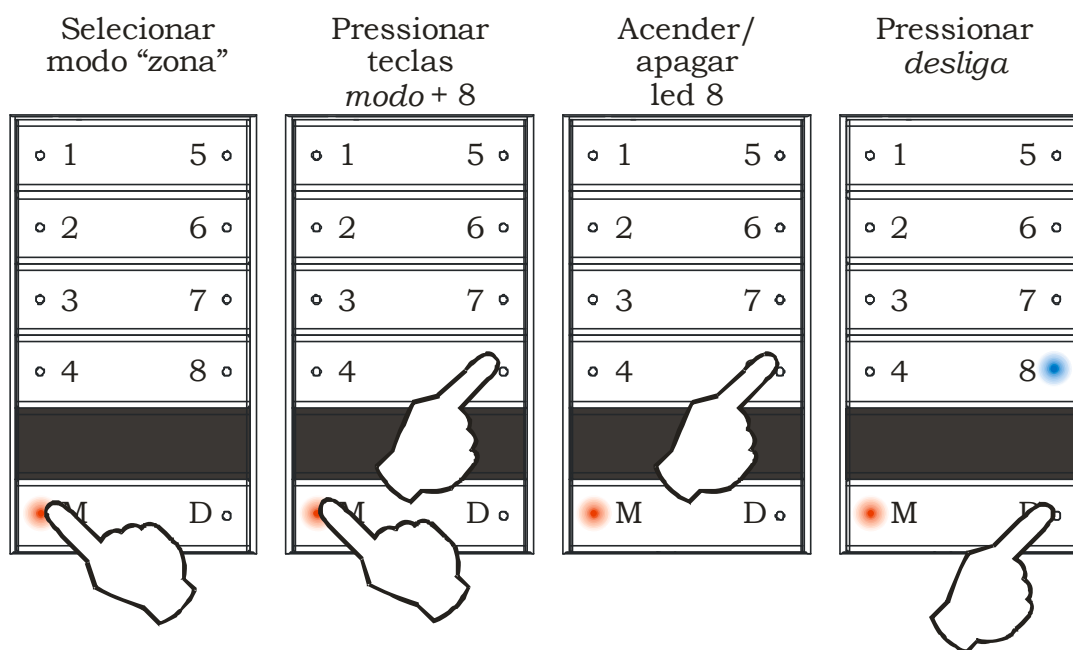

Figura 11 - Bloquear configurações do módulo RDM
- Os led’s de 1 a 5 indicam o endereço do teclado (não altere estes led’s agora). O led 8, por sua vez, indica se as configurações do módulo podem ser alteradas ou não. Se o led estiver aceso, as configurações do módulo estarão bloqueadas (ver Figura 11);